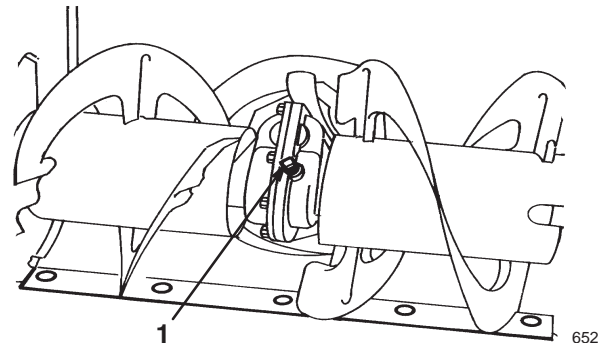

Bild 18
4. Den Bereich um den Rohrverschluß herum reinigen (Bild 18).
5. Entfernen Sie den Rohrverschluß vom Getriebe (Bild 18).